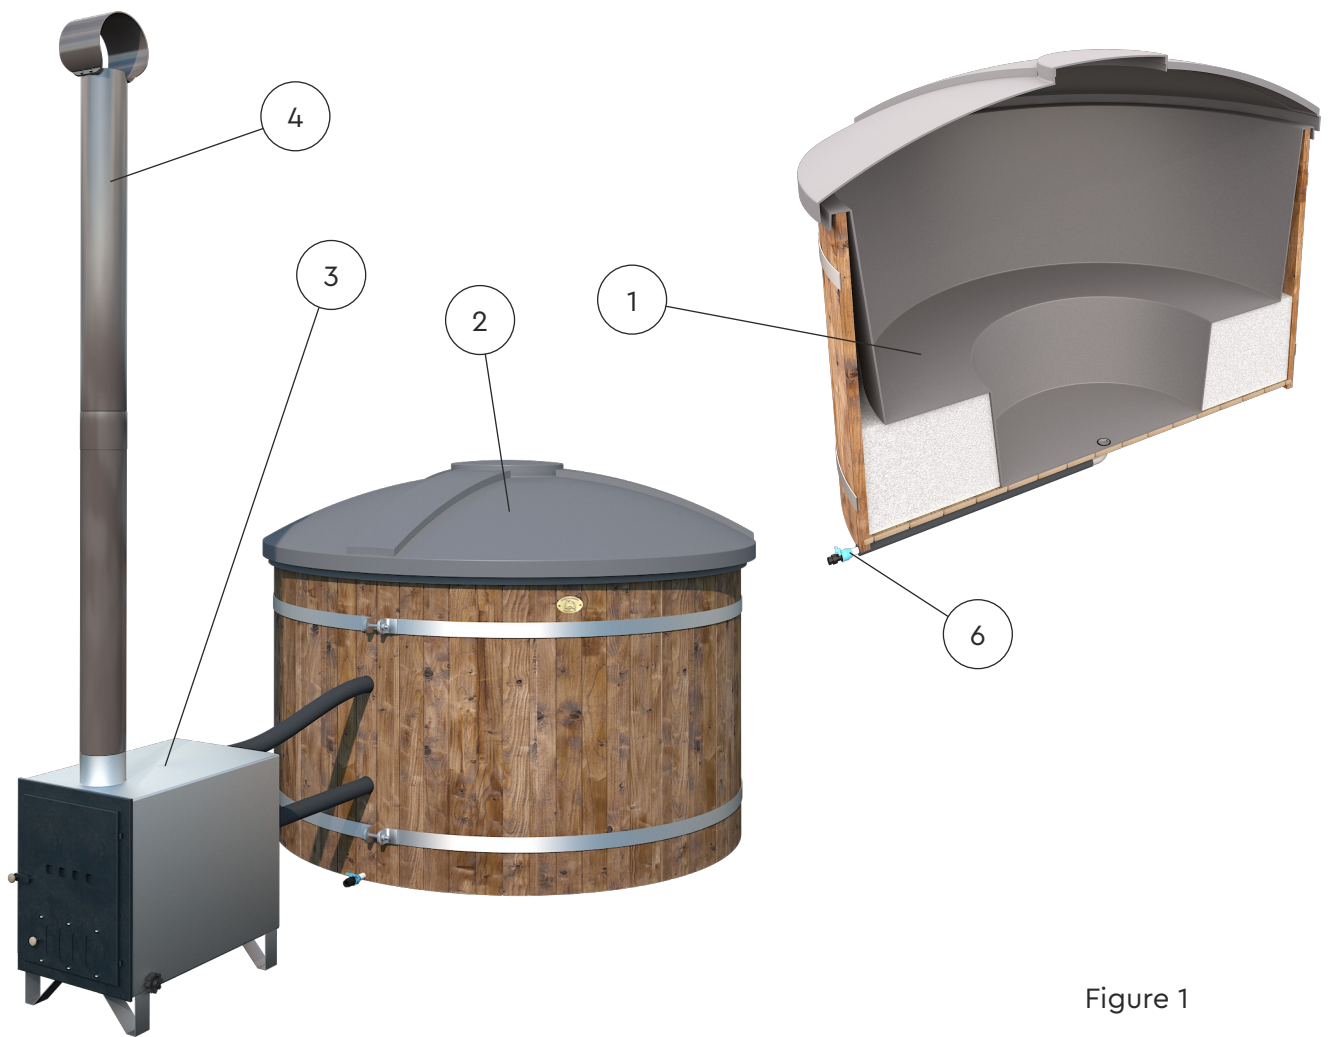

Figure 1
Cuve thermique – la partie de la cuve thermique remplie d'eau (voir Figure 1).
6. Robinet de vidange de la cuve thermique voir Figure 1